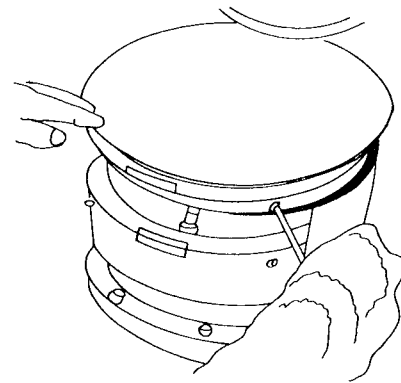

図1-9 ラップ定盤の取付け(取外し)
(1) ラッピング(ポリシング)マシンの運転準備
- ① コンビネーションラップ定盤の取付け、取外し
- ・ラップ定盤下部のスピンドル側面にあるねじ4ヶ所を締付け(ゆるめ)ることにより取付け(取外し)られる。図1-9を参照。
- ② 保持具の揺動駆動